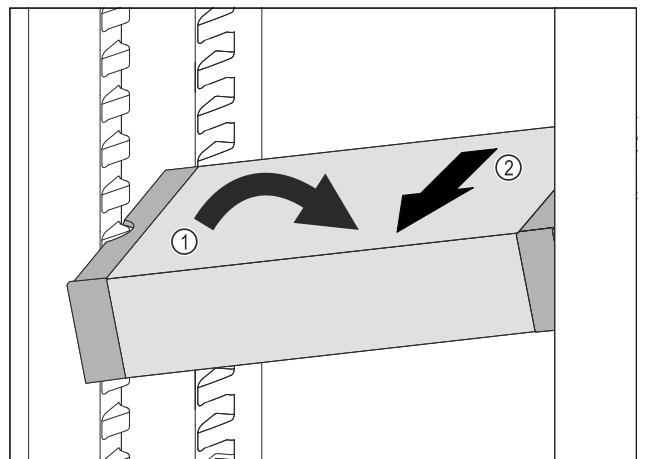

Fig. 67
- ▶ VarioSafe im Kühlteil schräg stellen. Fig. 67 (1)
- ▶ VarioSafe nach vorne entnehmen. Fig. 67 (2)